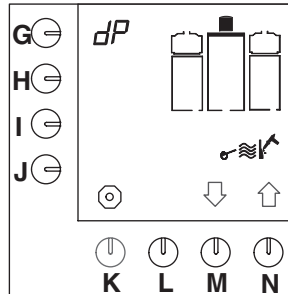

Abb. 15 Starten des Entkalkungsprogramms für das Kaffeebrühsystem
- Jetzt erscheint das Entkalkungsprogramm im Display (Abb.15).